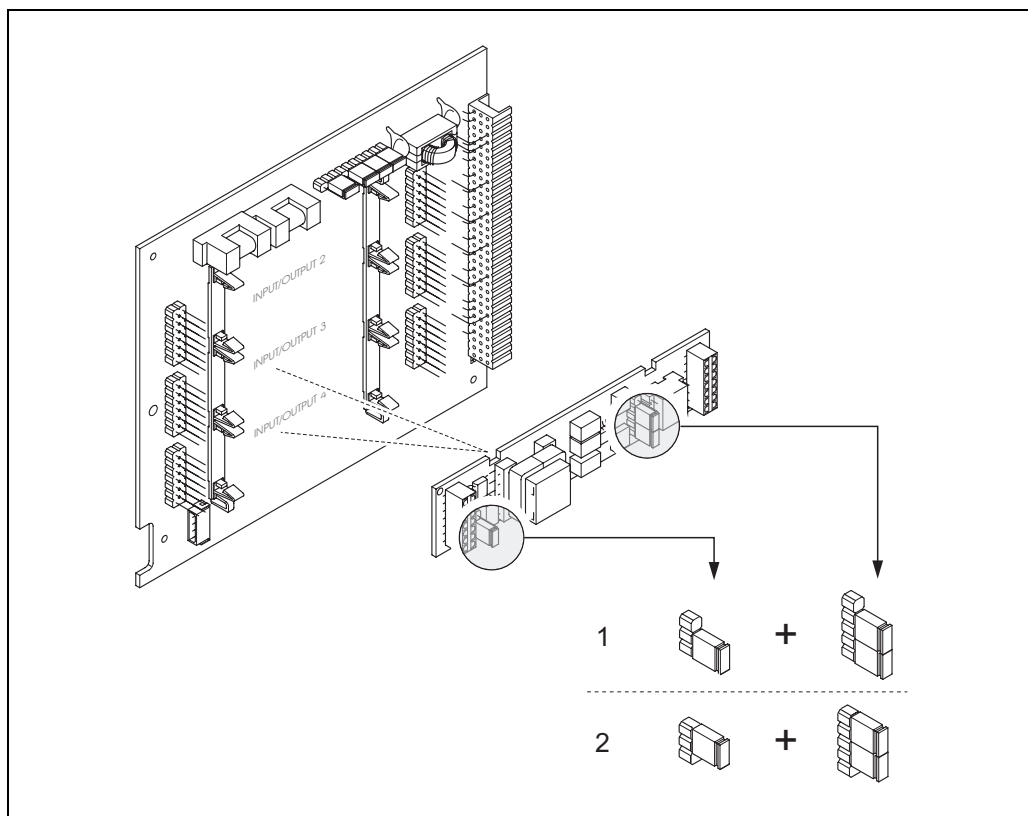

Fig. 37: Configuración de las entradas de corriente mediante puentes de conexión (tarjeta E/S)
3. Coloque los puentes de conexión → Fig. 37.